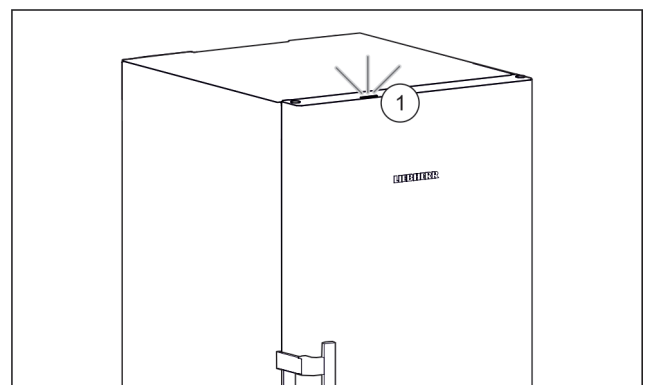

Fig. 4
Під час введення пристрою в експлуатацію підсвічування стану Fig. 4 (1) за замовчуванням деактивовано.*